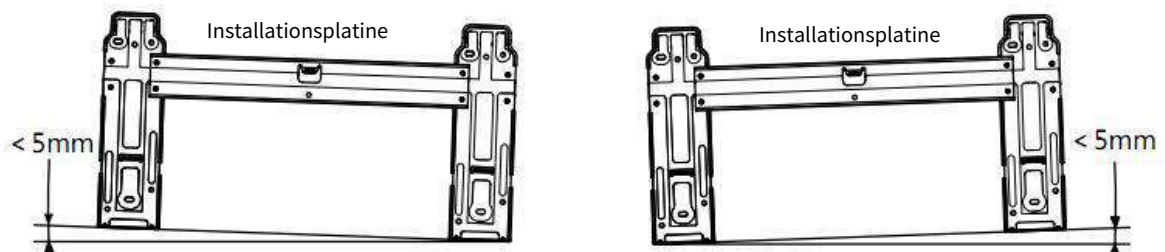

Abb. 4
- Demontieren Sie die Metallinstallationsplatte des Innengeräts. Stellen Sie die Installationsplatte auf eine horizontale Position ein. Der Höhenunterschied zwischen der linken und rechten Seite der Installationsplatte sollte weniger als 5 mm betragen. (Abb. 4)